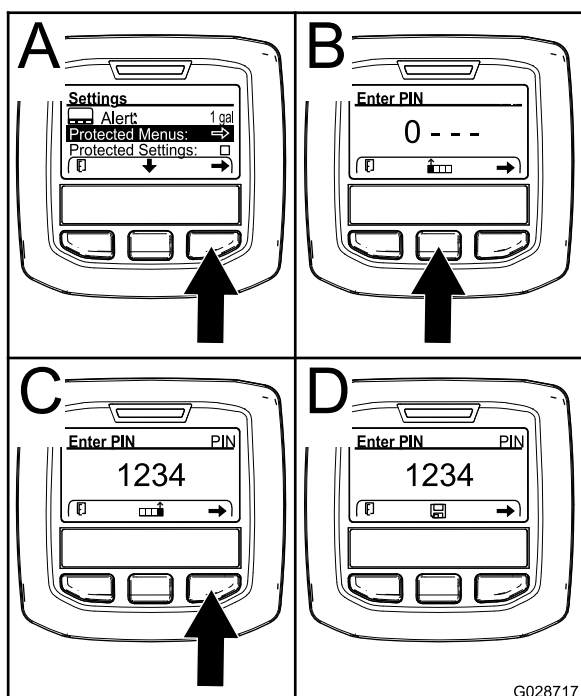

Figura 72
- Premete il pulsante di selezione centrale (B della Figura 72) per aumentare il valore numerico (da 0 a 9).
- Premete il pulsante di selezione destro (C della Figura 72) per spostare il cursore alla posizione numerica successiva a destra.
Nota: Comparirà l'icona Salva sopra il pulsante di selezione centrale (D della Figura 72).
4. Premete il pulsante di selezione destro per selezionare i Menu protetti (A della Figura 72).